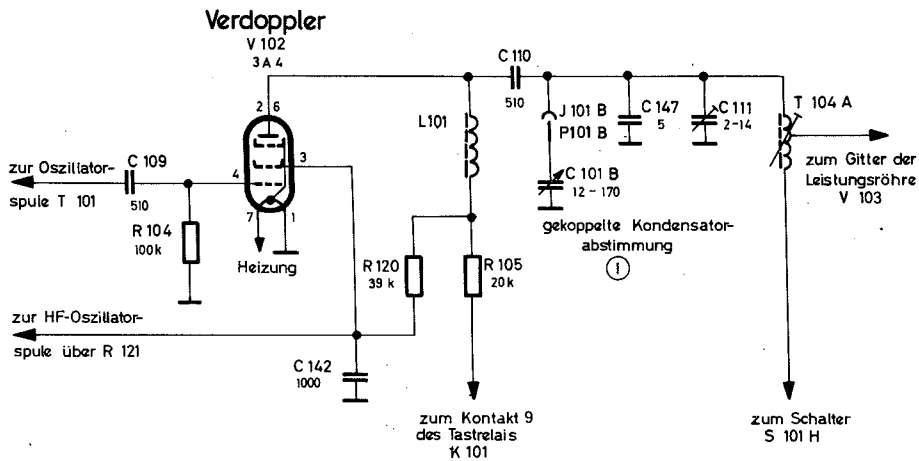

Bild 70 Frequenzverdopplerstufe
5.2.4 Frequenzverdoppler V 102, Röhrentyp 3 A 4 (Bild 70)